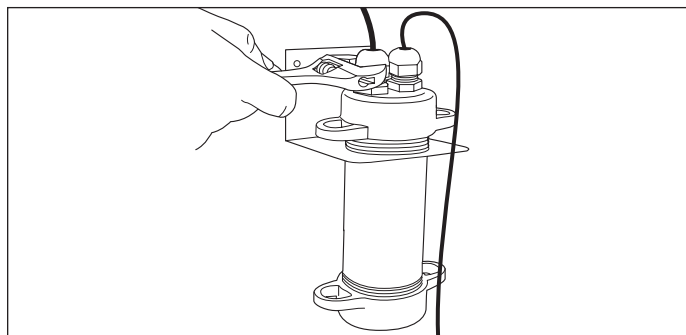

Figure 21-6
5. Installez le tuyau Schrader de surveillance secondaire dans le raccord de cloison du capuchon du boîtier. Serrez les deux raccords du capuchon du boîtier (Figure 21-6).